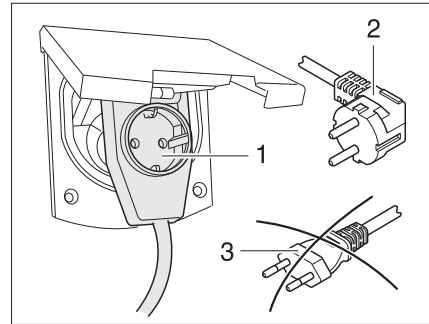

Fig. 94 Conexión a un conector con salida lateral del cable con caja de enchufe
- ▶ Al utilizar un acoplamiento acodado CEE 17, con caja de enchufe incorporada en el lado trasero (Fig. 94,1), emplear únicamente un conector IP 44 de goma impermeable, con contacto protector (Fig. 94,2). No utilizar conector sin contacto protector (Fig. 94,3). ¡Peligro de electrocución!